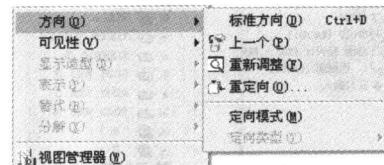

图 1-9 子菜单
(2) 子菜单：当菜单中某个选项右边出现三角符号时，则表示该选项有子菜单，选中此项后，系统便会弹出此菜单，如图 1-9 所示。